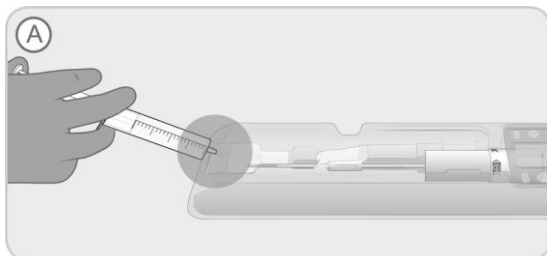

Figure 2. Remplir le renforcement du plateau de solution saline non héparinée.
- A. Avec le plateau à plat sur la zone de préparation stérile, remplir le renforcement situé à son extrémité (indiqué par la lettre « A ») de solution saline non héparinée (20 cc environ) pour submerger l'implant, Figure 2.